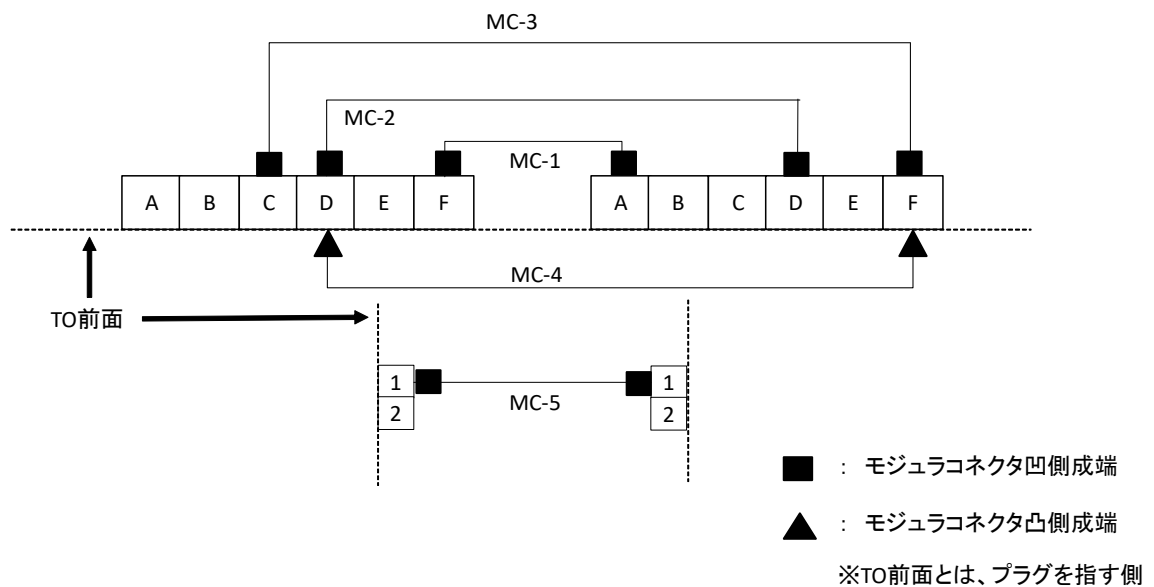

図4 配線図 (例)
- ・ 各配置・配線は図 3、図 4 に従って行うこと。
- ・ 試験終了時は図 4 の接続状態としておくこと。
- ・ 図 3、図 4 に従いモジュラコネクタを配置し、空きポートにブランクチップを取り付けて、情報コンセントを組み立てる。なお、情報コンセント内の各ケーブルは住宅用スイッチボックス内で適切な余長を確保すること。
- ・ パッチコードをツイストペアケーブルとモジュラプラグを使用して作成し、図 4 に従い接続する。